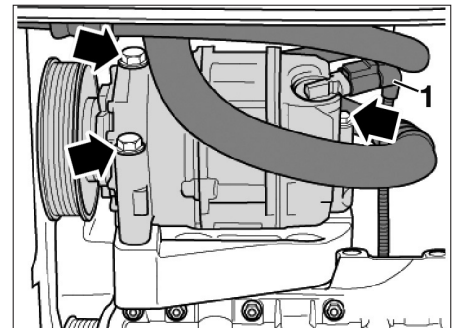

Fig. 6
- Débrancher le connecteur électrique (1) de la vanne de régulation du compresseur de climatisation (Fig.6).